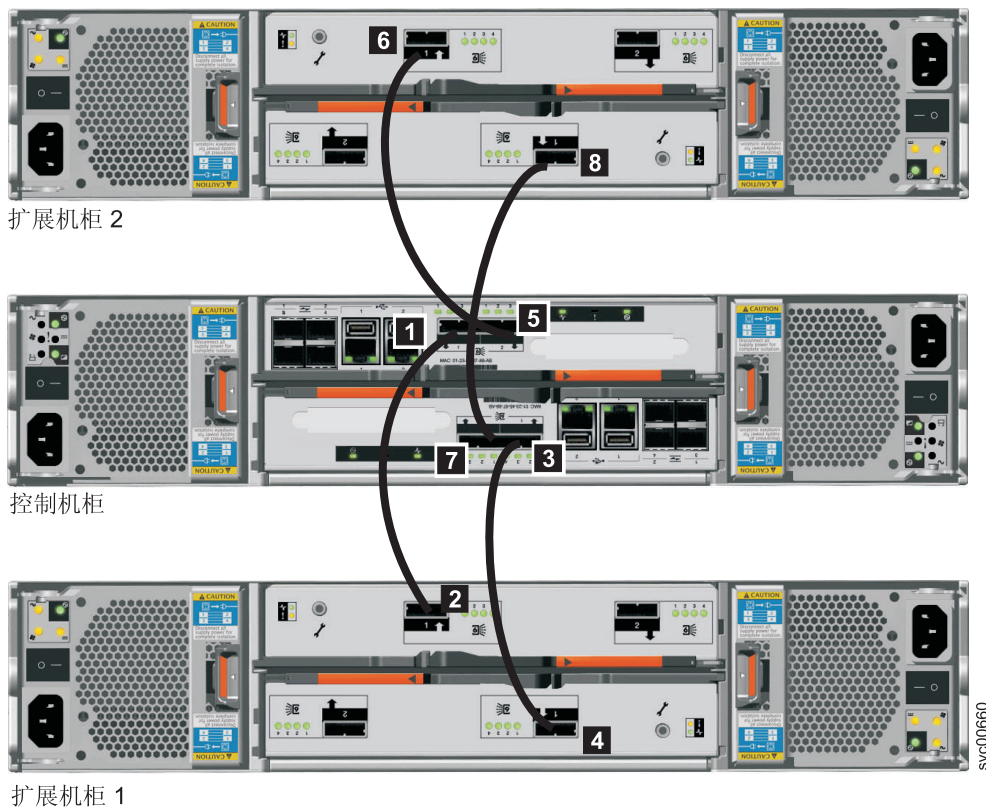

图 13. 添加第二个扩展机柜
3. 将 SAS 电缆从控制机柜连接到第二个扩展机柜，如第 14 页的图 13 所示。第二个扩展机柜位于控制机柜上方。